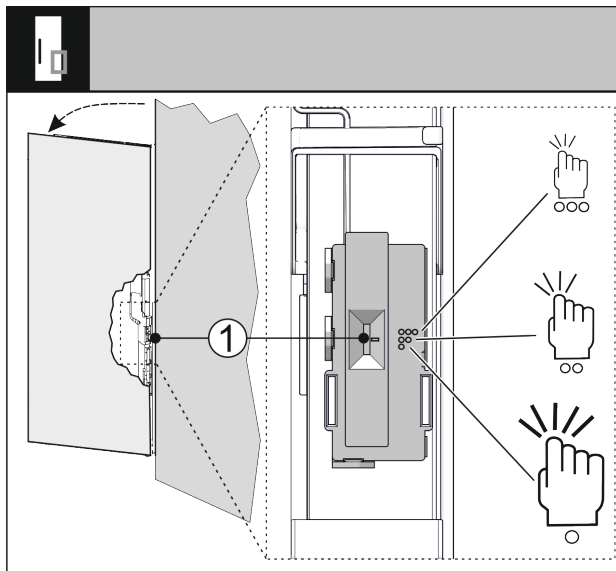

Fig. 34
Sie können die Empfindlichkeit des Klopfensors über einen Schalter Fig. 34 (1) einstellen. Der Schalter ist scharnierseitig am unteren Drittel der Tür.
- Schalter Fig. 34 (1) auf gewünschte Schalterstellung schieben.